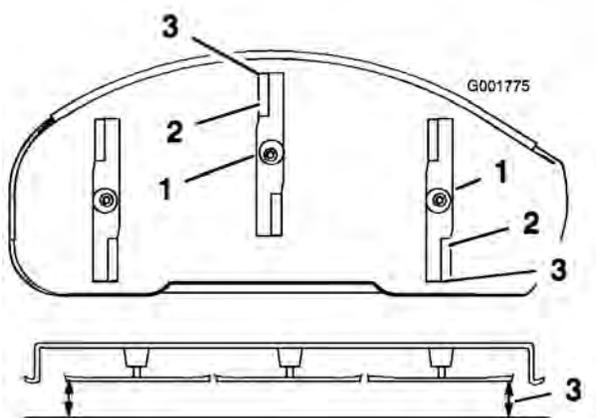

Figure 44
9. Réglez la hauteur de coupe à la position 4 [108 mm (4 pouces)] et tournez les lames avec précaution dans le sens longitudinal (Figure 44).
10. Mesurez la distance entre la pointe de la lame avant et la pointe de la lame arrière par rapport à la surface plane (Figure 44). Si la pointe avant de la lame n'est pas de 1,6 à 7,9 mm (1/16 à 5/16 pouce) plus basse que la pointe arrière, réglez les contre-écrous avant.